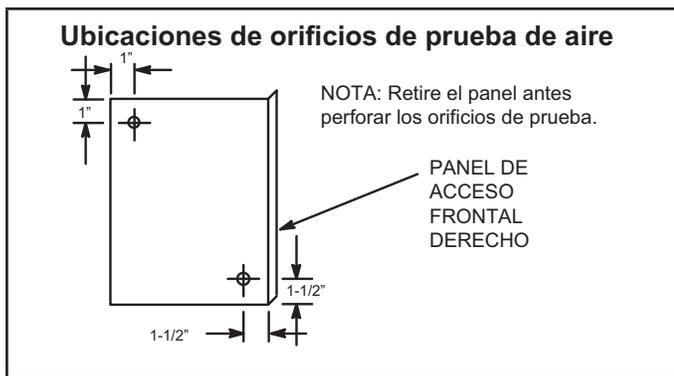

FIGURA 5. Ubicaciones de orificios de prueba de aire
Conecte la línea de líquido suministrada en el sitio del tamaño adecuado al extremo como se muestra en la figura 5 usando uno de los siguientes procedimientos:
- 2 - Realice dos orificios de prueba de aire de 5/16 pulg. (8 mm) en el panel de acceso frontal derecho; las ubicaciones de los orificios se muestran en la figura 5. Reinstale el panel.